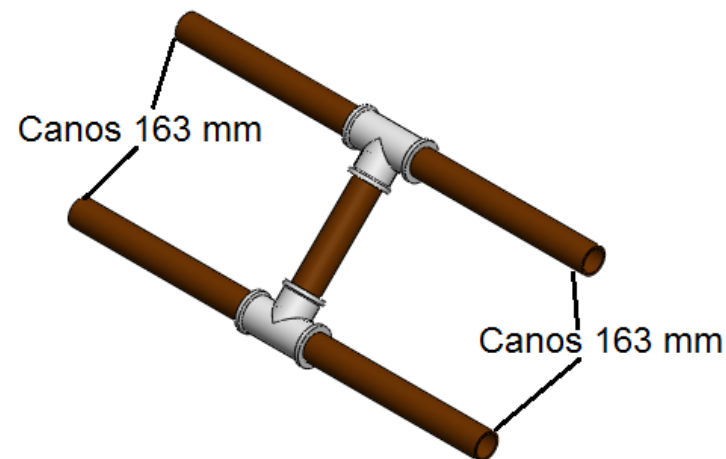

Figura 17. Passo 14 - Esquema de Montagem
-Passo 14: Juntar 4 canos de 163 mm com o conjunto montado no passo 13, como mostrado na figura 17 (1 unidade);